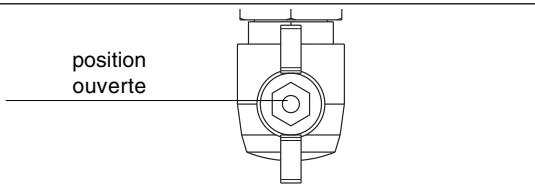

Fig. 47
- ouvrir le robinet de gaz, en faisant pivoter en sens antihoraire la poignée, pour laisser arriver le combustible (fig. 47)